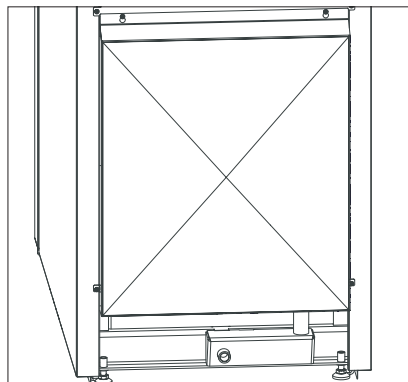

Fig. 71 Rückwand unten abschrauben
- ▶ Rückwand unten entfernen – Fig. 71.